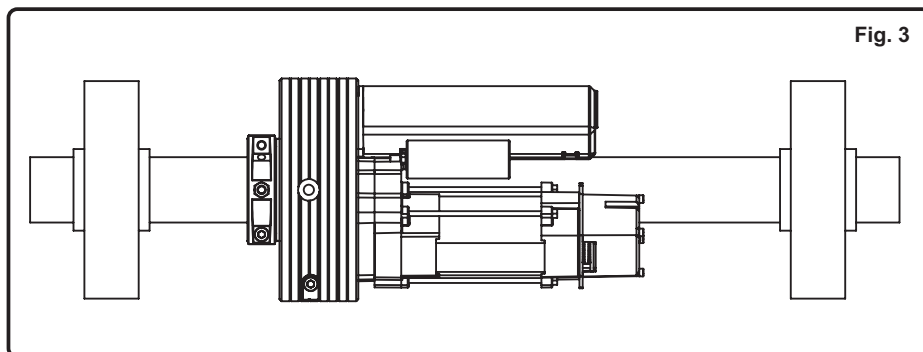

Fig. 4
- Introdurre il cavo 4X1 in dotazione all'interno del foro B (fig 1), evitando qualsiasi contatto con le parti in movimento; eseguire i collegamenti elettrici secondo lo schema elettrico in fig. 4. In presenza di motoriduttore con elettrofreno, introdurre la guaina del freno all'interno del secondo foro B.
- Dopo avere effettuato le connessioni elettriche - (FIG. 4) - procedere alla regolazione del fine corsa come segue (FIG. 4):
- Introduce the electric cable 4X1 into the hole B (fig 1), avoiding any contact with the parts in movement. Perform the electric connections according the electric plan (fig.4). In presence of motor with electrobrake, introduce the sheat of the brake inside the second hole B.
- After making the electrical connections - (FIG. 4) - proceed to adjust the limit switch as follows (FIG. 4):
- Introduire le câble 4X1, en dotation, dans l'intérieur du trou B (fig 1) en évitant le contact avec les parties en mouvement; exécuter les connexions électriques, selon le schéma indiqué dans la fig. 4. En présence de moteur avec de l'électro-frein, introduire la gaine du frein à l'intérieur du second trou B.
- Après avoir effectué les raccordements électriques - (FIG. 4) - procéder au réglage du fin de course comme suit (FIG. 4):
- Introducir el cable eléctrico 4X1 en el taladro B (Fig 1) evitando cualquier contacto con las partes en movimiento; Ejecutar los empalmes según el esquema eléctrico en fig.4 En presencia de motor con electrofreno, introducir la funda del freno dentro del segundo taladro B (Fig. 1).
- Después de haber realizado las conexiones eléctricas - (FIG. 4) - proceda a regular el final de carrera de la siguiente manera (FIG. 4):